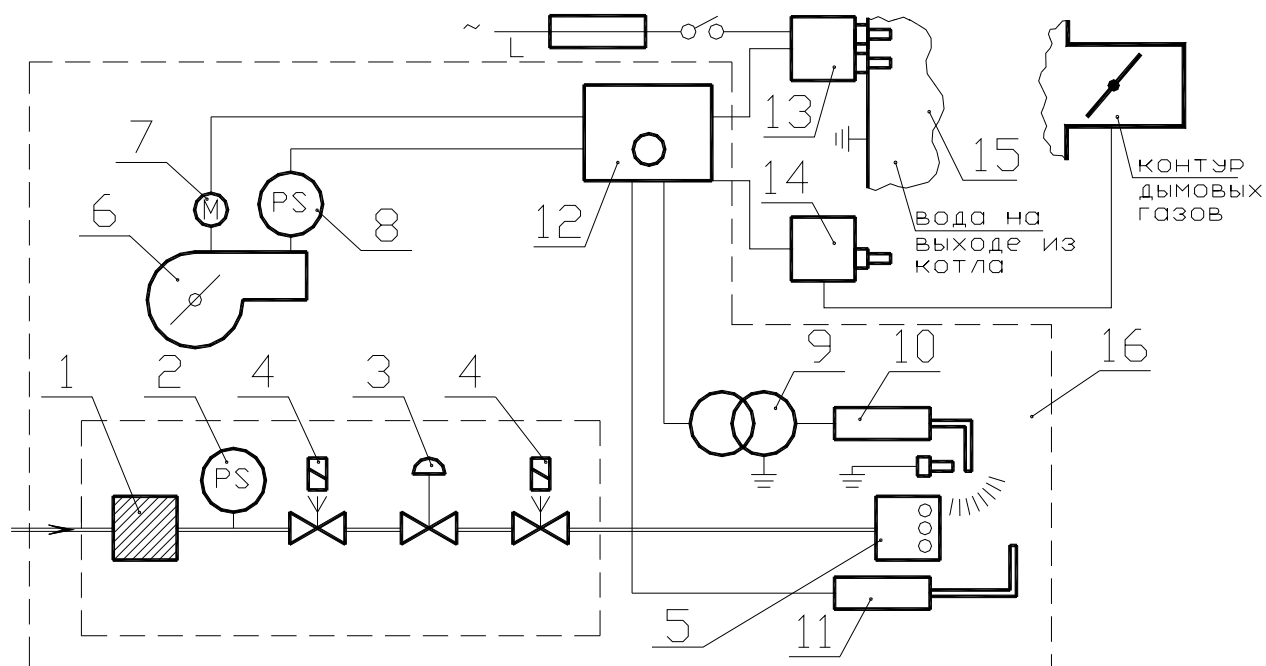

Рис.6 Схема автоматического управления газовой горелкой
7.11. Принцип действия автоматики при запуске горелки на газообразном топливе (см. рис.6).